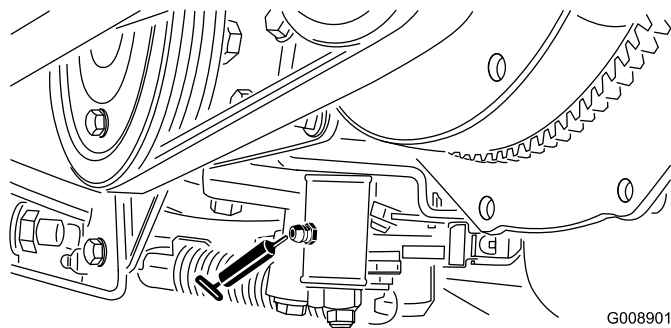

Figura 43
- Mecanismo de ajuste de punto muerto (Figura 43)